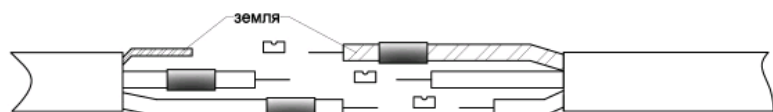

Рис. 4
2.1. Наденьте термоусадочные трубки $\varnothing 6,0$ мм на жилу заземления силового кабеля и на две греющие жилы нагревательного кабеля (рис. 4).